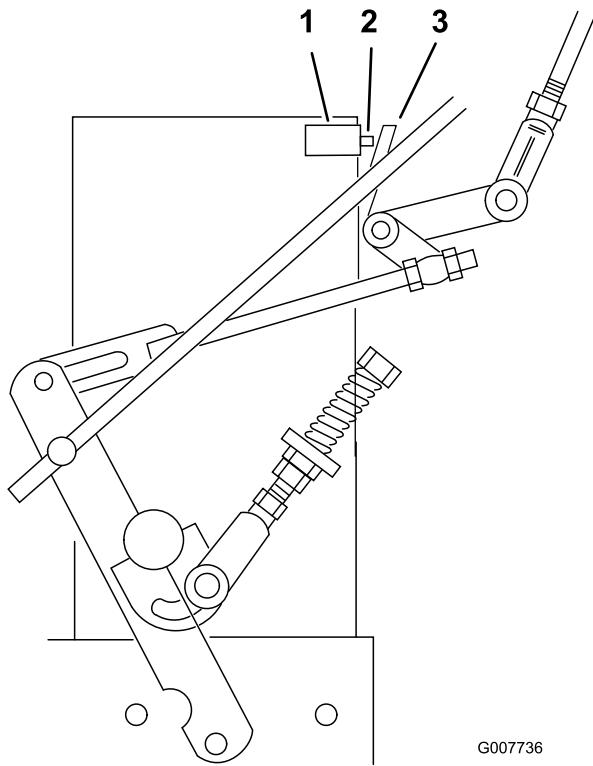

Figura 31
7. Compruebe que el interruptor de seguridad está oprimido y que queda un espacio de 8 mm (5/16 pulg.) entre la barra accionadora y el interruptor. (Figura 31).
8. Si es necesario, ajuste la posición del interruptor para crear el espacio de 5/16 pulgadas (8 mm) (Figura 31).